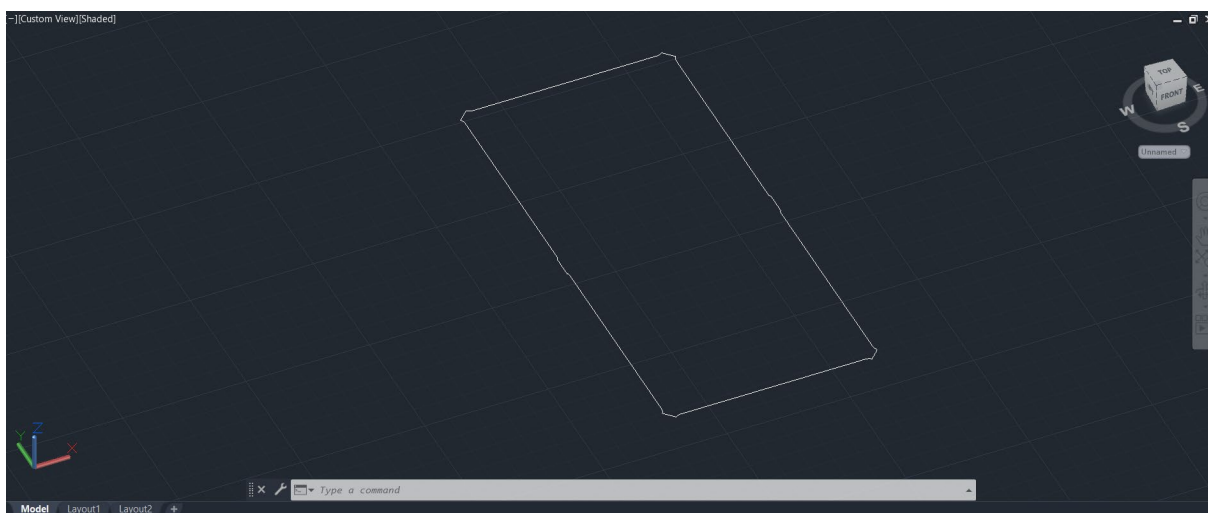

Figura 5 – Proiectarea Componentei Bed
Pentru buzunarele mesei am folosit în continuare schița prezentată. Pentru buzunarul din stânga sus am trasat o linie din mijlocul arcului creat în schiță cu ajutorul comenzii *Line* din *RIBBON*, secțiunea *Draw*. Pe urmă, am aplicat comanda *Mirror* pentru a aplica asta tuturor buzunarelor rămase în colțuri, iar pentru buzunarele din mijloc am procedat la fel. Am folosit în continuare funcția *Boundary (BO)* pentru a crea o suprafață închisă în jurul punctului selectat. Astfel, am ajuns la figura 5, care va fi *Componenta Bed*.